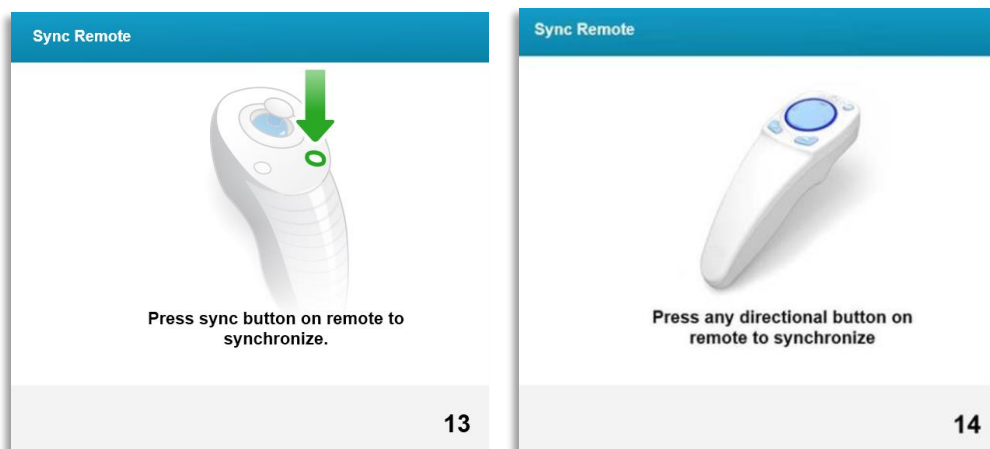

Figure 3-16. Synchroniser la télécommande
- o Si l'utilisateur a inséré la carte de traitement pendant la programmation des paramètres de traitement qui sont en dehors de la ou des valeurs admissibles contrôlées par la carte RFID, le message suivant apparaîtra et « Perform treatment » (Réaliser le traitement) ne pourra pas être sélectionné, comme illustré à la figure 3-16.
- o Le message de « Sync alignment remote » (synchronisation de la télécommande d'alignement) sera visible à l'écran pendant 15 secondes, comme illustré à la figure 3-16.